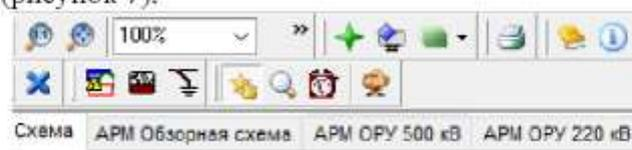
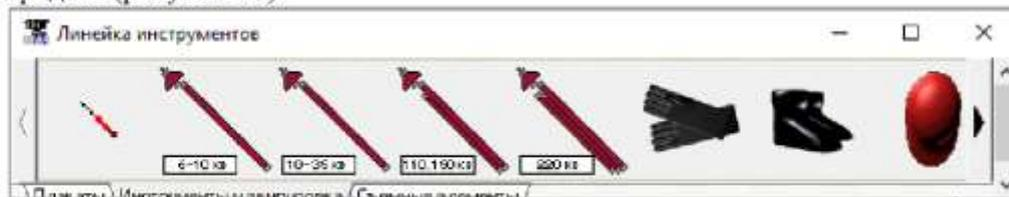

Рисунок 7. Меню пользователя
Рисунок 12. Панель защитных средств
В левой части панели инструментов (Рисунок 6) расположено меню пользователя (рисунок 7).
В тренажере реализована работа с плакатами. Для доступа к плакатам щелкнуть мышкой по кнопке «» в панели меню (рисунок 7). Это действие вызовет открытие панели плакатов (рисунок 9).
В тренажере предусмотрено использование средств защиты: Каска, Диэлектрические перчатки, Диэлектрические боты и Диэлектрический коврик. Необходимая экипировка для выполнения задания определяется соискателем. Использование экипировки можно проконтролировать в окне «Персонаж», для этого необходимо в панели меню (Рисунок 7) щелкнуть мышкой по кнопке . В результате этого действия откроется окно с персонажем как показано на рисунке 11.
1) При помощи линейки инструментов. Щелкнуть мышкой по кнопке  в панели меню (рисунок 7), в результате откроется панель защитных средств (рисунок 12).